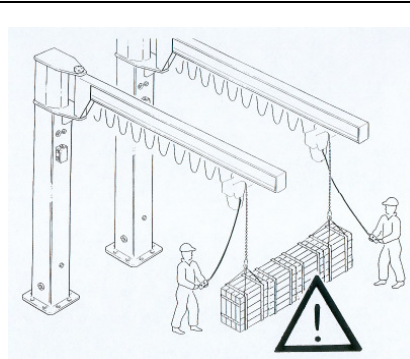

Fig.74
- **Ne jamais** utiliser simultanément deux potences pour soulever la même charge (fig. 74).